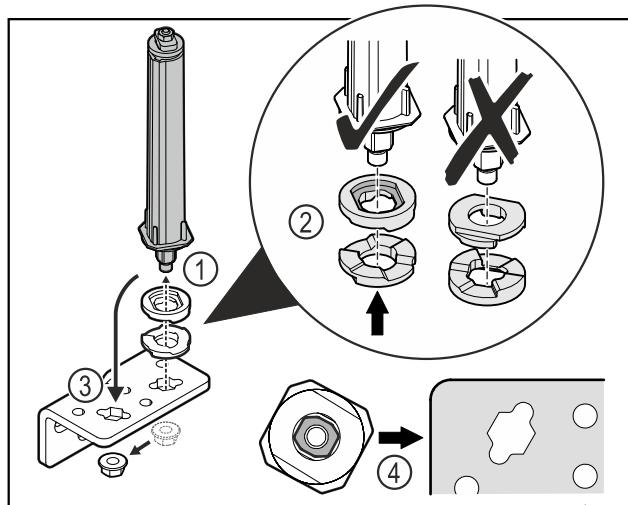

Fig. 27
- ▶ Отпустите гайку и демонтируйте систему закрытия двери Fig. 27 (1).
- ▶ Учитывайте правильность выравнивания шайб для регулировки высоты Fig. 27 (2).
- ▶ Переставьте систему закрытия двери в шарнирном уголке и зафиксируйте гайкой Fig. 27 (3).
- ▶ При установке учитывайте правильность выравнивания системы закрытия двери Fig. 27 (4).